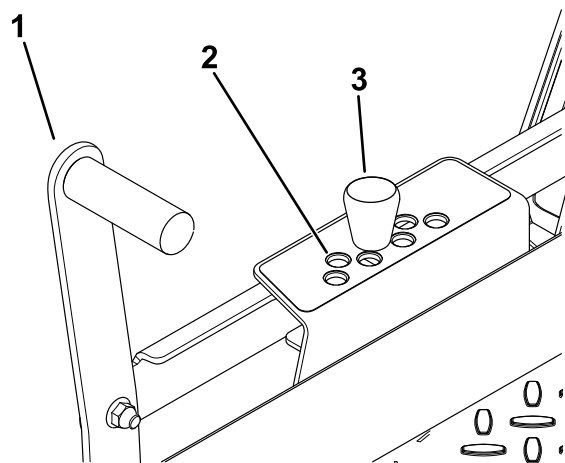

Figure 24
2. Pour changer la hauteur de coupe, retirez la goupille du support de hauteur de coupe (Figure 24).
3. Insérez la goupille dans le trou du système de hauteur de coupe correspondant à la hauteur de coupe voulue (Figure 24).